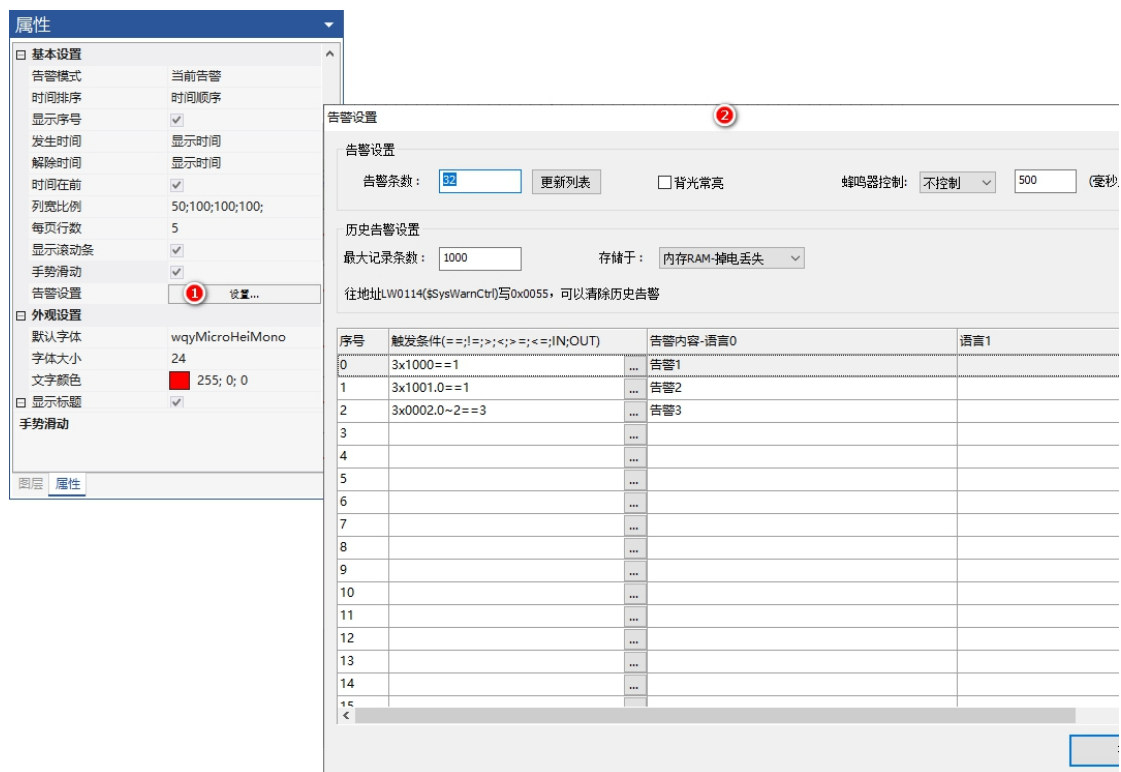

图 5-2 设置告警
- 告警设置：设置告警的内容，如下图 5-2 所示，详细说明参考“4.5.3 告警设置”